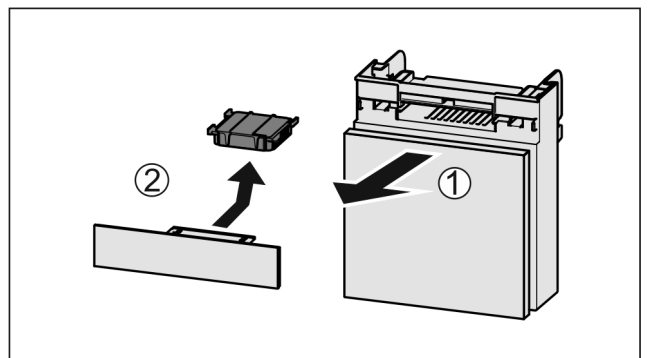

Fig. 166
- Vytiahnite zásuvku smerom dopredu Fig. 166 (1).
- Vyberte aktívny uhlíkový filter Fig. 166 (2).